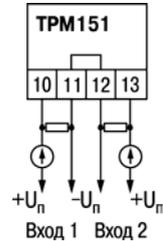

Рисунок 7.7 – Схема подключения активных датчиков типа "параметр-ток", "параметр-напряжение" и датчиков положения токового типа
- Активные датчики с выходным сигналом в виде тока (0...5 мА, 0...20 мА или 4...20 мА), в том числе датчики положения токового типа, можно подключать к прибору только после установки внешнего шунтирующего резистора (см. рисунок Б.1 и рисунок 7.7). Резистор должен быть прецизионным (типа С2-29В, С5-25 и т.п., мощностью не менее 0,25 Вт, сопротивлением $100 \text{ Ом} \pm 0,1 \%$) и высокостабильным во времени и по температуре (ТКС не хуже $25 \times 10^{-6} 1/^\circ\text{C}$).